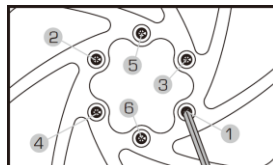

Figura C-1 Sequenza di montaggio del rotore
- Usare una sequenza a stella per serrare i bulloni del rotore. **NON** serrarli semplicemente in senso orario o antiorario. **(Figura C-1)**